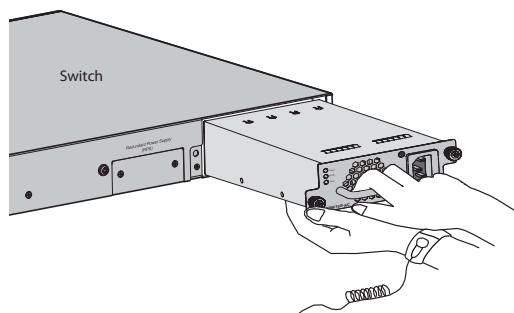

图3-5 安装电源模块示意图
3. 如图3-5所示，保证电源模块上下方向正确（插槽和电源模块有特殊的防呆设计，如果上下倒置，安装过程将不能顺利进行），用一只手握住电源模块上的把手，另一只手托住电源模块底部，将电源模块沿着插槽的导轨水平插入，直到电源模块完全进入插槽，与交换机齐平。